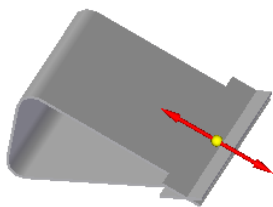
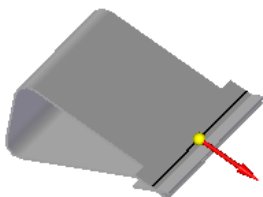
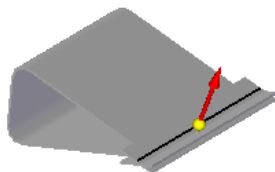

图 4.8.18 定义折弯位置
图 4.8.19 定义移动侧方向
图 4.8.20 定义折弯方向
(3) 定义折弯属性及参数。在命令条中单击“折弯位置”按钮，在“折弯半径”文本框中输入值 0.2，在“角度”文本框中输入值 130；单击“从轮廓起”按钮，并定义折弯的位置如图 4.8.18 所示的方向后单击；单击“移动侧”按钮，并将方向调整至图 4.8.19 所示的位置；单击“折弯方向”按钮，并将方向调整至图 4.8.20 所示的位置。
(4) 单击“完成”按钮，完成特征的创建。